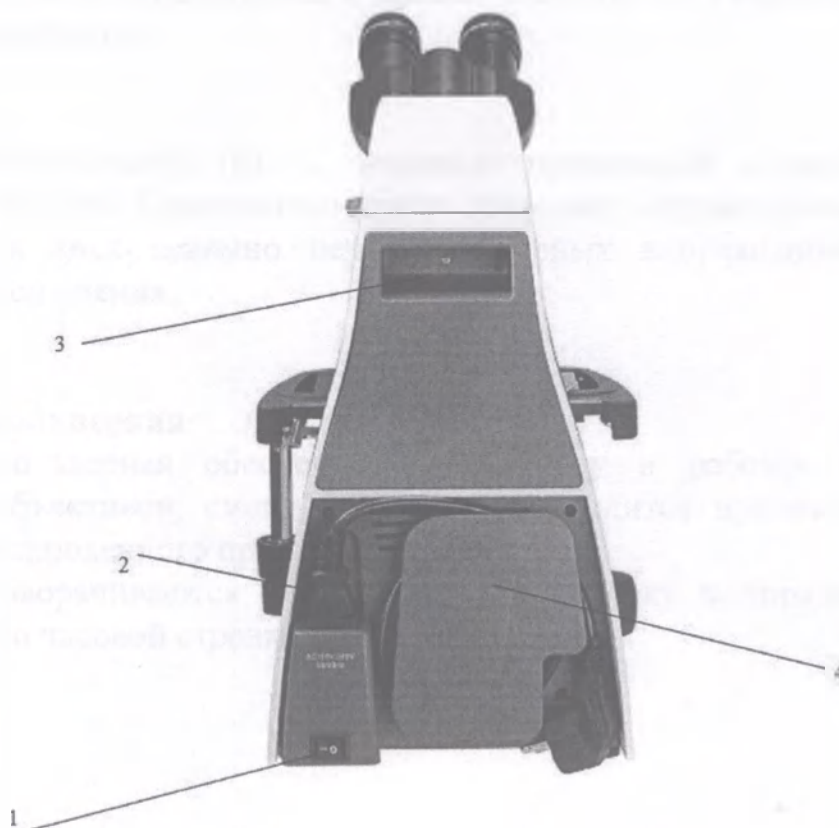

Рисунок 3. Корпусные части микроскопа
1.2.1 Корпусные части микроскопа (см. Рисунок 3)